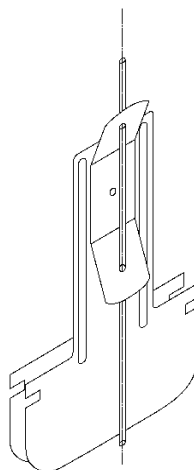

Рис. 5
- через тягу или верхнюю часть регулируемого подвеса (рис. 5).